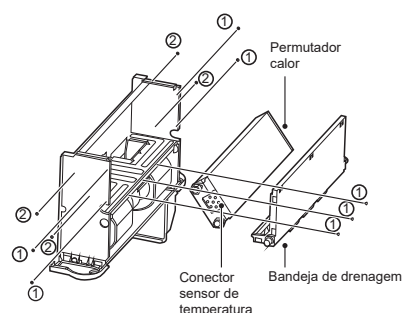

Figura 4-8 Remoção bandeja drenagem e permutador calor
- Tal como mostrado na Figura 4-8, retire os parafusos ① * 7 para retirar a bandeja de drenagem. Em seguida, retire os parafusos ② * 4 para remover o permutador de calor.